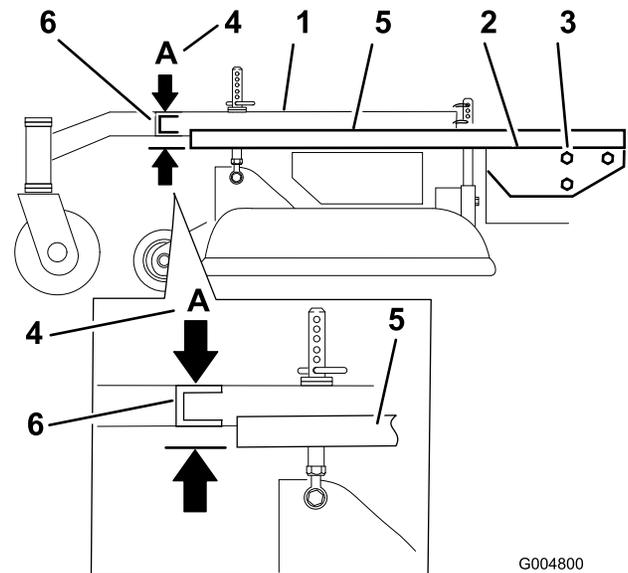

Figure 69
3. Placez une longue planche, ou autre objet similaire parfaitement droit en haut du plancher moteur, comme illustré à la Figure 69.
4. Au niveau du tube transversal du bâti porteur, mesurez la hauteur au point A (Figure 69). Elle doit être égale à 33 mm (1-5/16") \pm 6 mm (1/4").
6. Desserrez les boulons de montage du bâti porteur de chaque côté de la machine (Figure 69).
7. Alignez le bâti porteur et le plancher moteur à la même hauteur qu'au point A, c.-à-d. 33 mm (1-5/16") \pm 6 mm (1/4") (Figure 69).